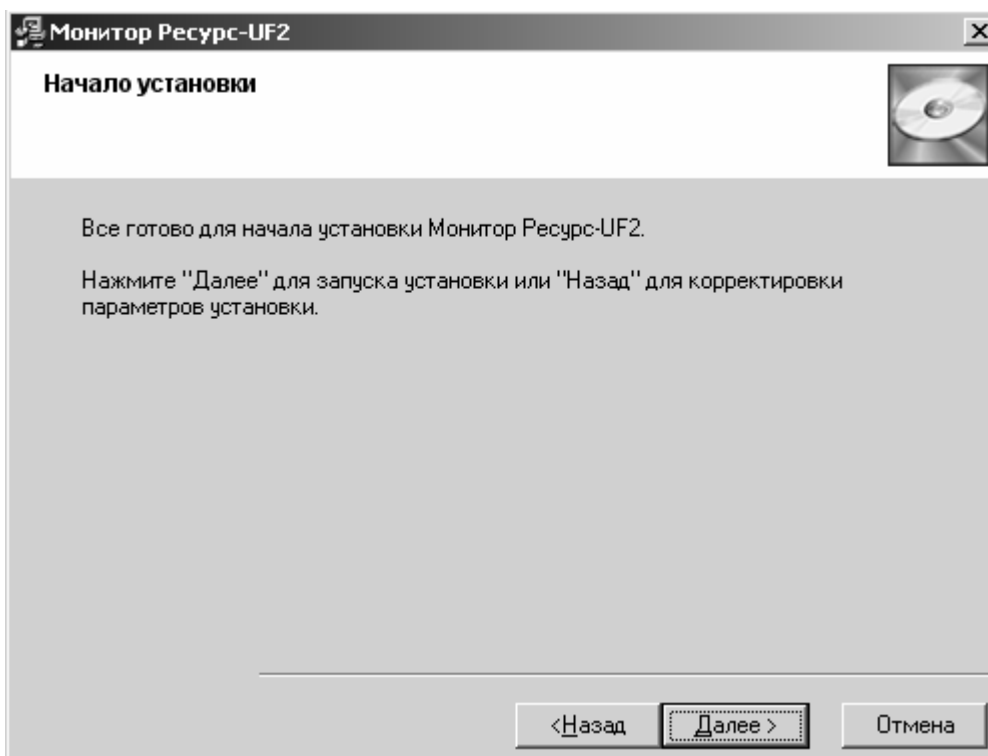

Рисунок 3.4 Диалог «Копирование файлов»
3.4.4 После ввода всей необходимой информации программа выводит окно «Начало установки» (рисунок 3.4), где сообщает о готовности к копированию файлов. Пользователь имеет возможность еще раз проверить правильность заданных параметров и нажать кнопку «Далее» для начала копирования или кнопку «Отмена» для отказа. Нажав кнопку «Назад», можно вернуться на несколько шагов назад и исправить неверные параметры.